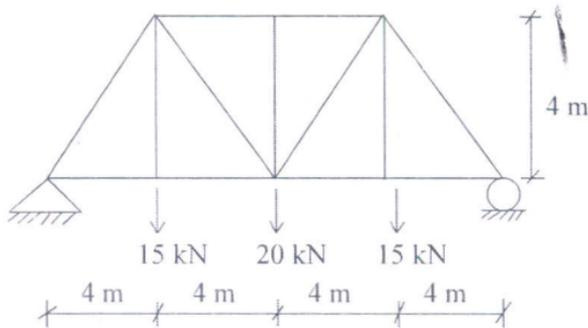

Fig. 2
- (d) Analyse the truss shown in Fig. 2.